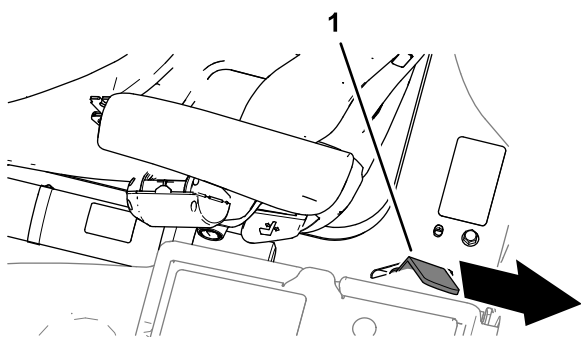

**Figure 54**
2. Lorsque la plate-forme approche de la position complètement baissée, déplacez la poignée de verrouillage (Figure 54) vers l'avant de la machine.